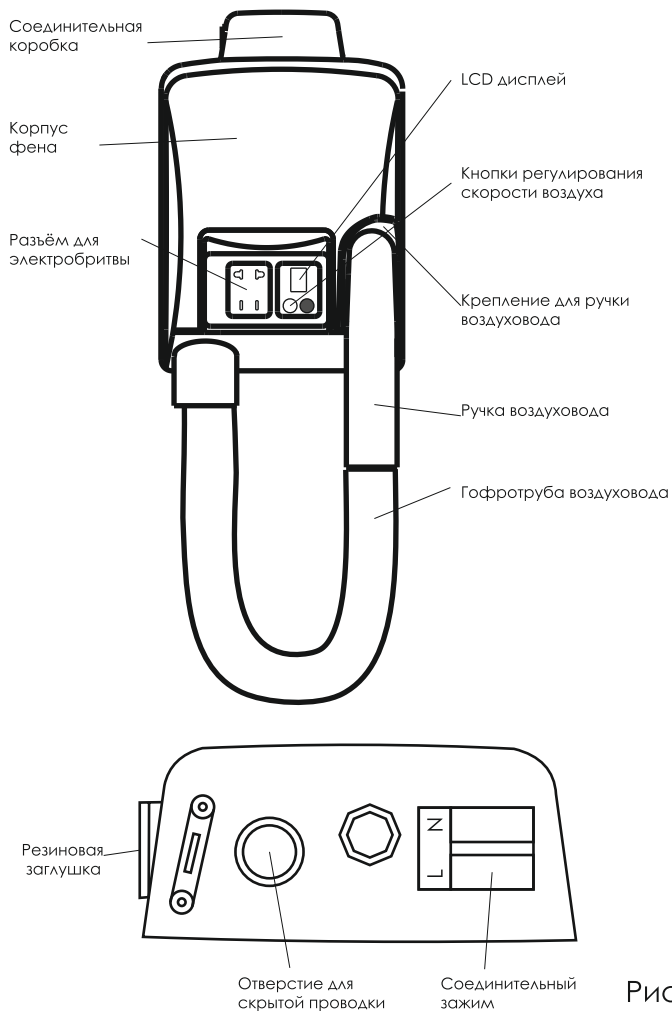

Рисунок 1
5. При установке скрытой проводки необходимо вынуть кабель, разомкнув цепь и провести проводку через отверстие для скрытой проводки, установив линии L и N в соединительном зажиме (Рисунок 1).